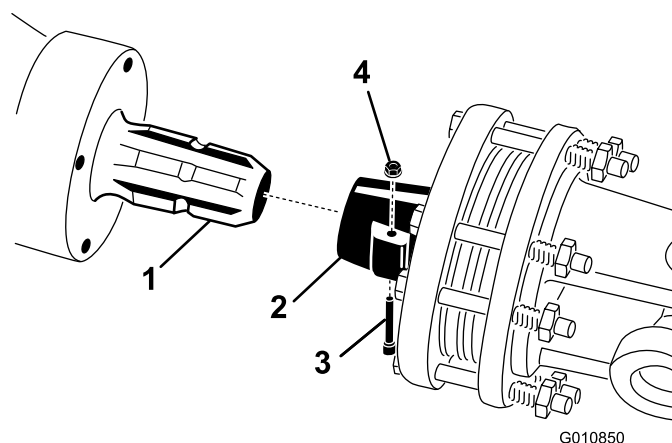

Figura 17
1. Retire el pasador y la tuerca del árbol de la toma de fuerza (Figura 17).
2. Conecte el extremo del embrague del árbol de la toma de fuerza al eje primario de la caja de engranajes del aireador con el pasador y la tuerca que retiró anteriormente (Figura 17). El pasador sólo puede introducirse en un sentido.